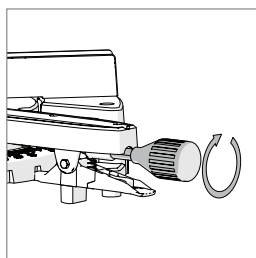

Fig. 30
- Desserrer la poignée de fixation pour l'angle de coupe **(Fig. 30)** en tournant dans le sens antihoraire.